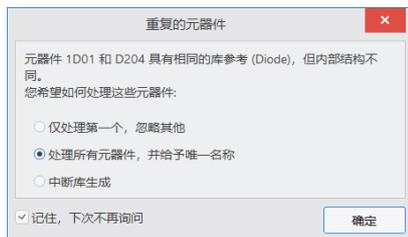

图 5-34 【复制的元器件】对话框
(1) 打开工程 Audio AMP.PrjPCB，进入电路原理图的编辑环境。
(2) 执行【设计】|【生成原理图库】命令，开始生成。生成过程中，对于有相同参考库的不同元件，系统会弹出如图 5-34 所示的对话框。这里，我们选中【处理所有元器件，并给予唯一名称】单选按钮，并选中【记住，下次不再询问】。